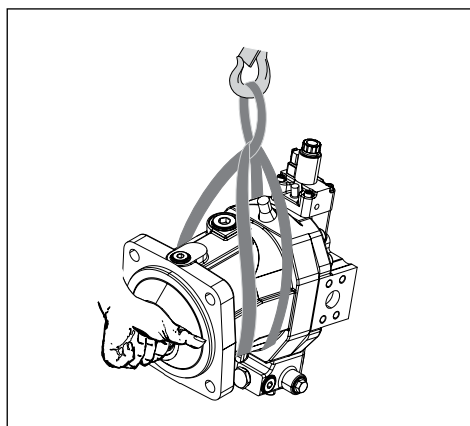

Fig. 5: Trasporto con nastro di sollevamento
- ▶ Sistemare il nastro di sollevamento attorno all'unità a pistoni assiali in modo che esso non scorra su componenti (ad es. valvole) e che l'unità a pistoni assiali non venga agganciata a componenti (vedere Fig. 5).